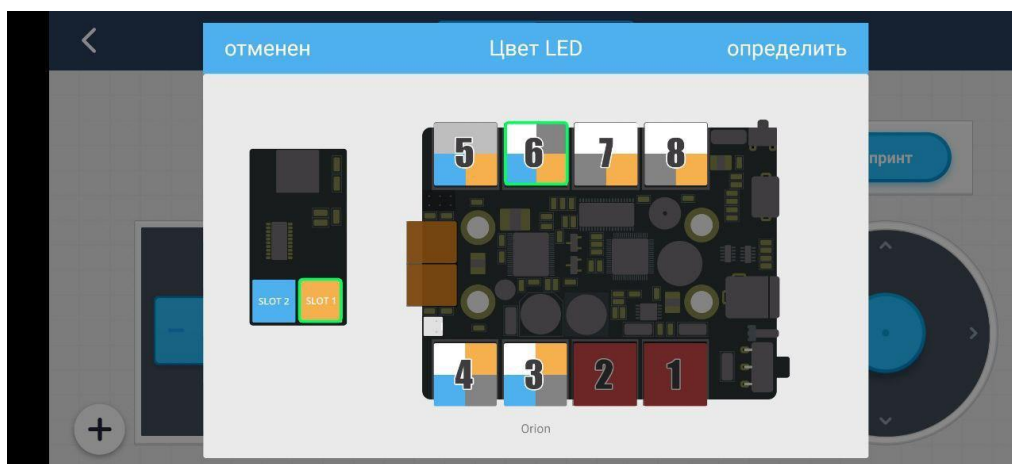

Рис.4. Схема подключения RGB модуля
4. В выделенный порт номер 6 в качестве дополнительного оснащения подключается RGB модуль с возможностью управлять RGB лентой и освещением робота (рис.4).